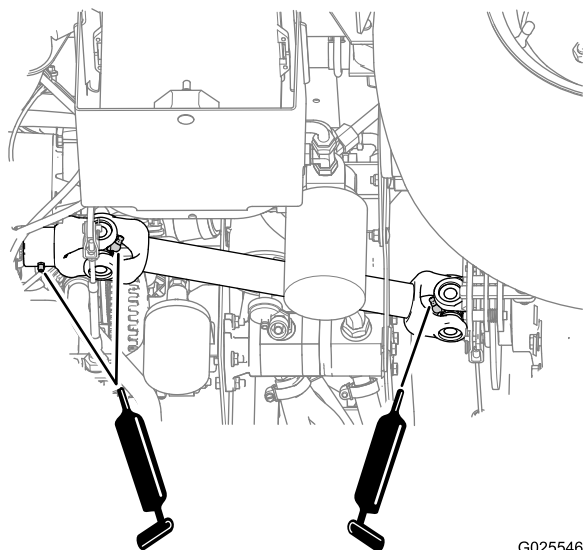

Figura 49
- **Giunti a U dell'albero motore (2)**; fate riferimento alla Figura 49
- **Forcella scorrevole (1)**; fate riferimento alla Figura 49